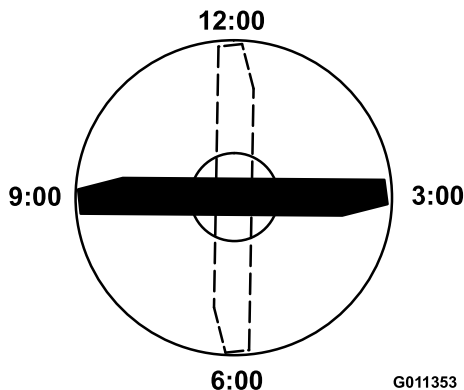

Bild 69
3. Positionieren Sie die Schnittkante der markierten Messerseite in die 12-Uhr-Stellung (geradeaus in Mährichtung) und messen die Höhe vom Tisch bis zur Schnittkante (Bild 69).
4. Drehen Sie die markierte Seite des Messers auf die 3- und die 9-Uhr-Stellung und messen Sie die Höhe (Bild 69).